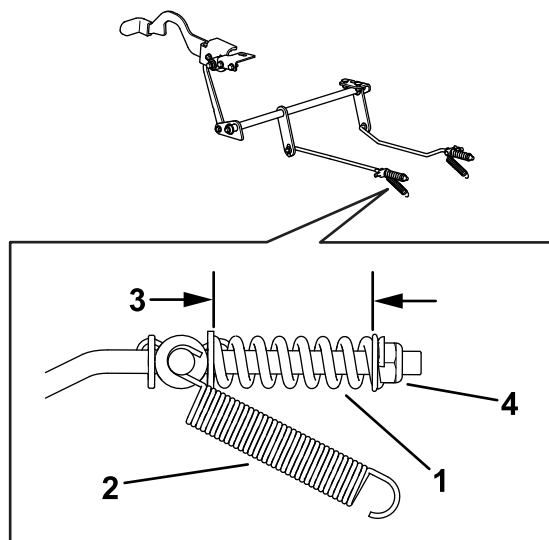

Figura 82
8. Compruebe la longitud de ambos muelles como se muestra en la Figura 82. Si es necesario ajustarlos, gire la tuerca de retención del muelle en sentido horario para acortar el muelle y en sentido antihorario para alargarlo. Repita el paso 6.